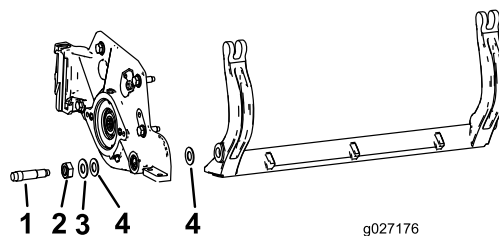

図 31
注 ベッドバーの両端にそれぞれナイロンワッシャ 2 枚とスチールワッシャが 1 枚ずつあるので注意する図 31。
- 注** サイドプレートのボスの両側にナイロンワッシャを入れる。ナイロンワッシャの外側からスチール製ワッシャを取り付ける (図 31)。
注 内側のワッシャには遊びがあってもかまいません 図 31。